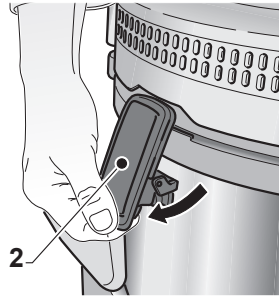
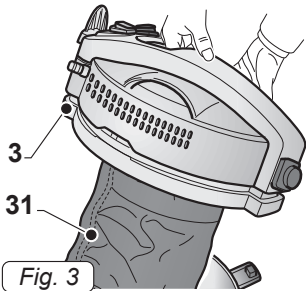
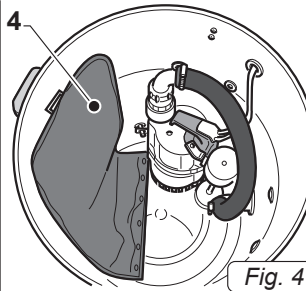

Fig. 2
Fig. 3
Fig. 4
- Открыть защелки (2 Рис. 2) и снять крышку (3 Рис. 3) вместе с двигателем.
- Убедитесь, что он имеет фильтровальный мешка (4 рис. 4) к внутренней части резервуара и фильтра из нейлона (31 рис. 3).
- Если фильтрующий мешок (4. Рис. 4) нет, установите его, действуя следующим образом:
- Снова установить крышку, зафиксировав ее с помощью защелок (2 Рис. 2).
- Снимите сетчатый фильтр (4 Рис. 4).